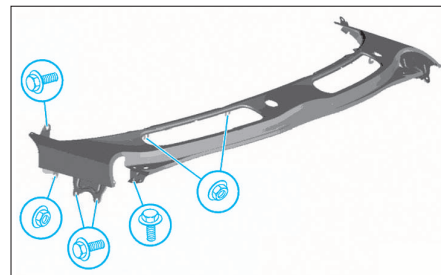

FIG. 25
- Déposer la garniture de traverse d'avent (Fig.25).